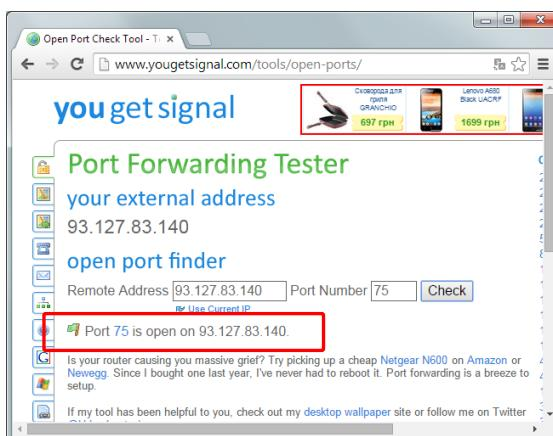

Рисунок 7.1.6 - Перевірка доступності мережевого порту
11. Коли сервер запущено, необхідно перевірити, чи доступний для цього мережний порт. Для перевірки необхідно відвідати сайт www.yougetsignal.com/tools/open-ports/, у пункті «Port Number» вказати обраний під час налаштування сервера мережний порт і натиснути клавішу «Check». Якщо порт доступний, ви повинні отримати наступний результат, рисунок 7.1.6.